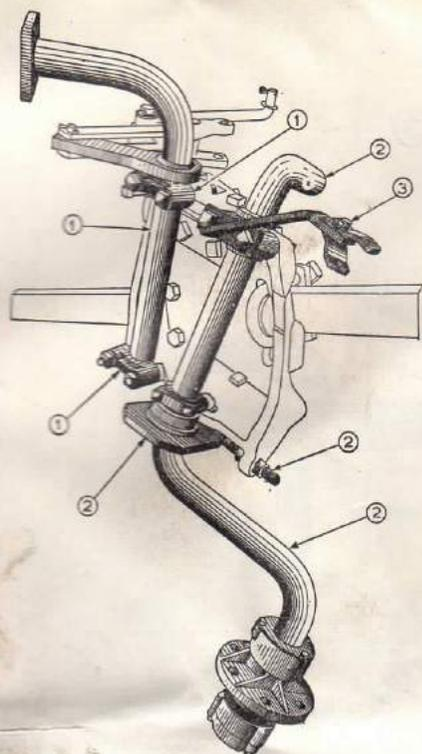

Figure 13
- 2 - Fixez le support d'essieux arrière sur l'age principal à l'aide d'une bride et des boulons pour l'avant, et pour l'arrière à l'aide d'une bride et d'un boulon en « U ». N'oubliez pas de mettre le bloc d'appui du boulon en « U » en-dessous du support d'essieux. (Voir figure 13).